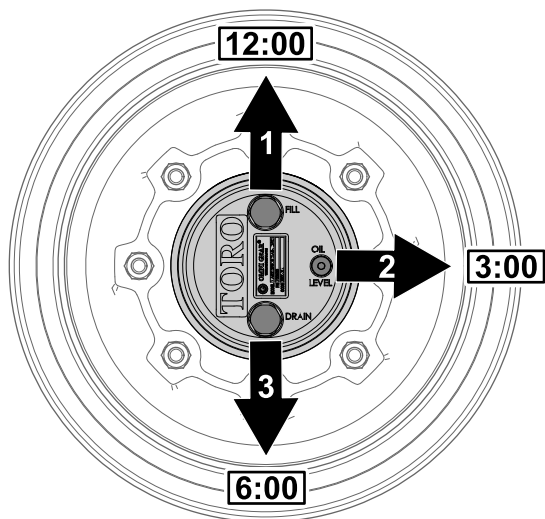

Рисунок 100
- Припаркуйте машину на ровной поверхности, расположите колесо так, чтобы пробка заливного отверстия находилась в положении «12 часов», пробка контрольного отверстия – в положении «3 часа», а пробка сливного отверстия – в положении «6 часов» (Рисунок 100).
- Снимите пробку контрольного отверстия, расположенную в положении «3 часа» (Рисунок 100).
см. Рисунок 100 в разделе Проверка масла в планетарном редукторе (страница 73).